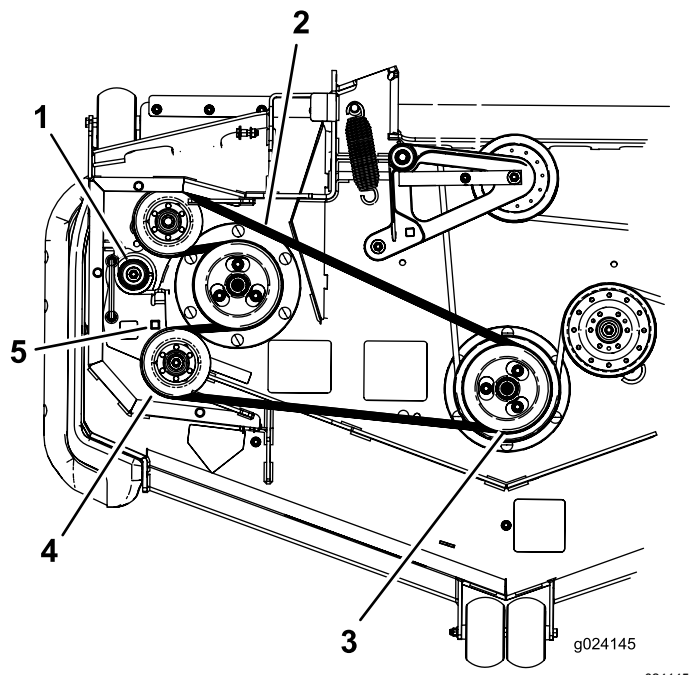

Figura 97
7. Utilice una llave de carraca en el taladro cuadrado del brazo tensor para aliviar la tensión del muelle tensor (Figura 97).
8. Retire la correa de la polea de la carcasa de corte (Figura 97).
9. Retire la correa de las poleas restantes (Figura 97).
11. Utilizando la llave de carraca en el taladro cuadrado, alivie la tensión del muelle y coloque la correa nueva alrededor de la polea tensora (Figura 97).